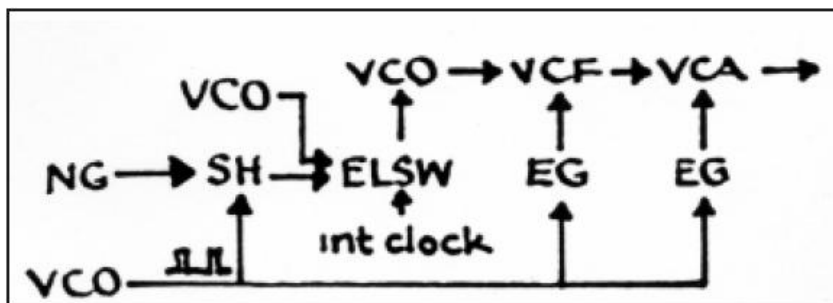

Figura 14-2: Estilo de diagramación, tipo texto, que se encuentra en el manual del 2600.
- En el segundo estilo los parches son aún más simples que los diagramas de bloques. El manual simplemente nombra módulos y dibuja flechas de palabra a palabra, indicando cómo se van a conectar los módulos (**Figura 14-2**). Aunque este método de diagramación transmite una cantidad mínima de información, también requiere una cantidad mínima de esfuerzo y tiempo.